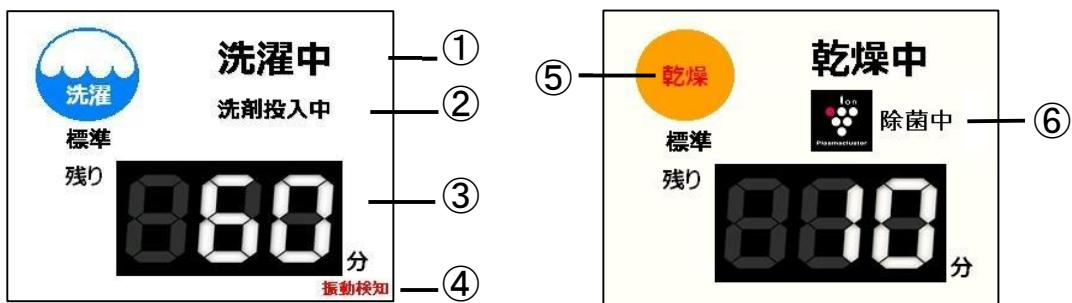

図 7-2
7. 1. 2 運転中の画面（図 7-2）
- ① 現在の工程が表示されます。
- ② 洗剤・助剤の投入状態が表示されます。
- ③ 残りの運転時間が表示されます。
- ④ 振動検知スイッチが作動していると表示されます。（7. 1. 7 参照）
- ⑤ 乾燥工程時、燃焼中は乾燥が赤文字になります。
- ⑥ 乾燥運転時にプラズマクラスターイオンが供給され、槽内にイオンを放出して衣類を除菌※します。
振動検知スイッチが作動している時に、図 7-2 のように画面の中に赤字で“振動検知”と表示されます。
運転中の画面(図 7-2)を長押ししてメイン画面に移動します。その後、試運転画面に移動します。試運転画面で **停止** を 2 回押すことで、機械を完全停止できます。(図 7-22)